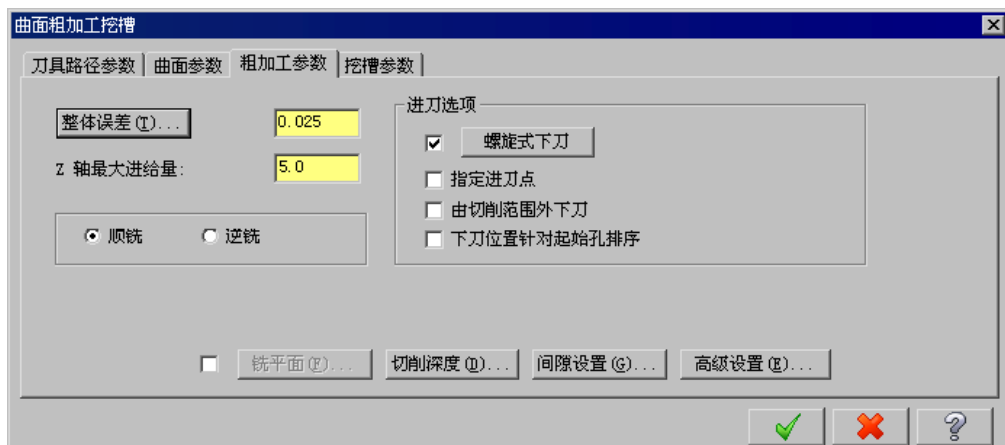

图 11.13.7 “粗加工参数”选项卡
Step9. 设置粗加工参数。在“曲面粗加工挖槽”对话框中单击 **粗加工参数** 选项卡，设置图 11.13.7 所示的参数。